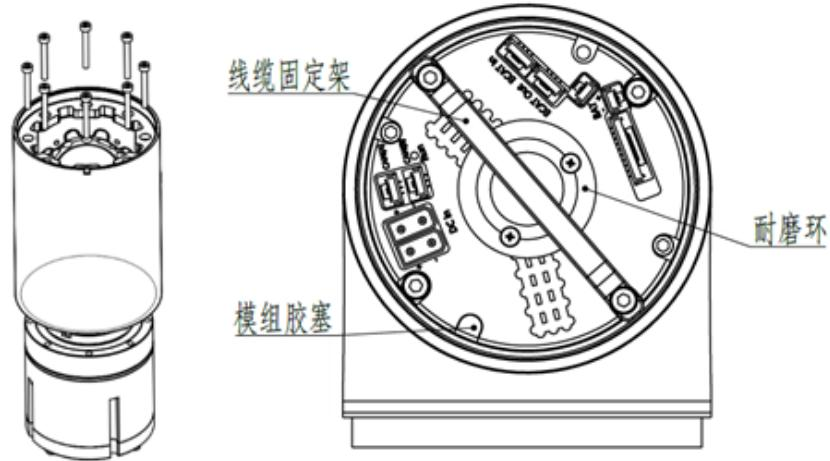

图 3-18 J5 轴模组安装示意图
**步骤8** 取出新模组，将耐磨环、模组胶塞、线缆固定架安装到新模组上，将模组外圈（螺孔与螺孔之间的区域）涂一层黑威封胶，再将模组安装到外壳上，锁紧螺钉（安装螺钉时需涂一层螺纹胶），螺钉扭矩为： $2.4\text{N}\cdot\text{m}$ ，安装示意图如图 3-18 所示。